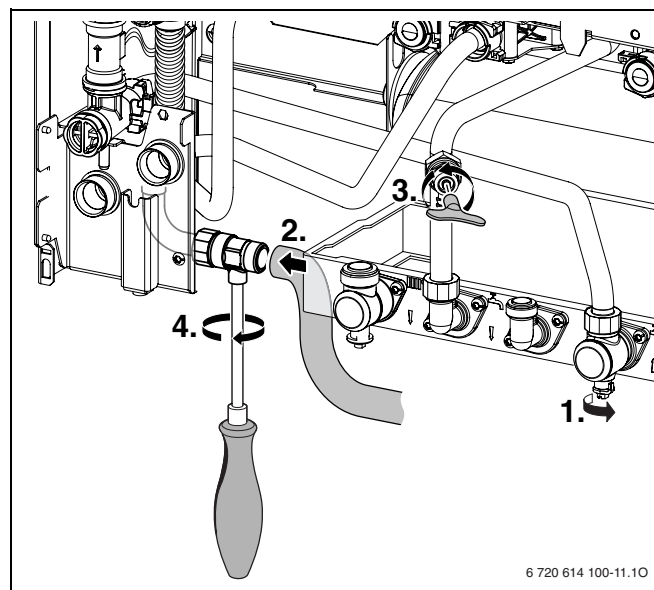

Fig. 59
1. Chiudere il rubinetto dell'acqua fredda (oppure 1 fig. 59).
2. Collegare una tubazione al rubinetto di scarico del serbatoio (vedere 48 fig. 4 oppure 2 fig. 59)
3. Aprire il rubinetto di spurgo aria (vedere 61 fig. 4 oppure 3 fig. 59)
4. Aprire il rubinetto di scarico del serbatoio (vedere 49 fig. 4 oppure 4 fig. 59)